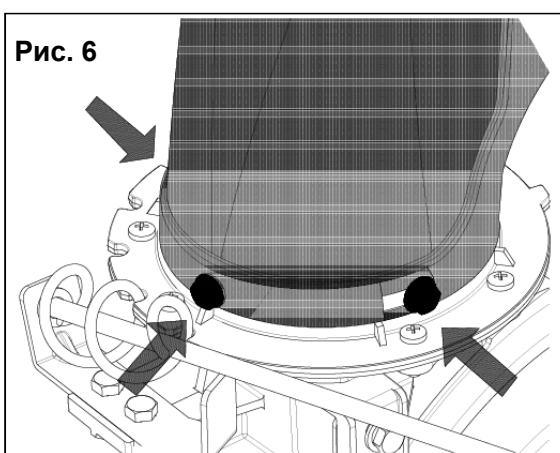

Рис. 6
#### 4.5. Установка желоба (Рис. 6, 7, 8, 9).
- Установите желоб на посадочное место желоба, закрепите его кареточными болтами внутри и гайками снаружи Рис. 6.